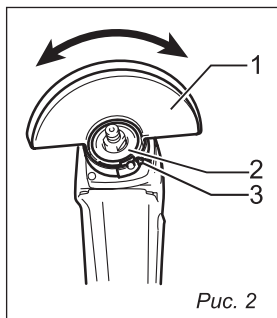

Рис. 2
6.1. Установка защитного кожуха (рис. 2, 3)